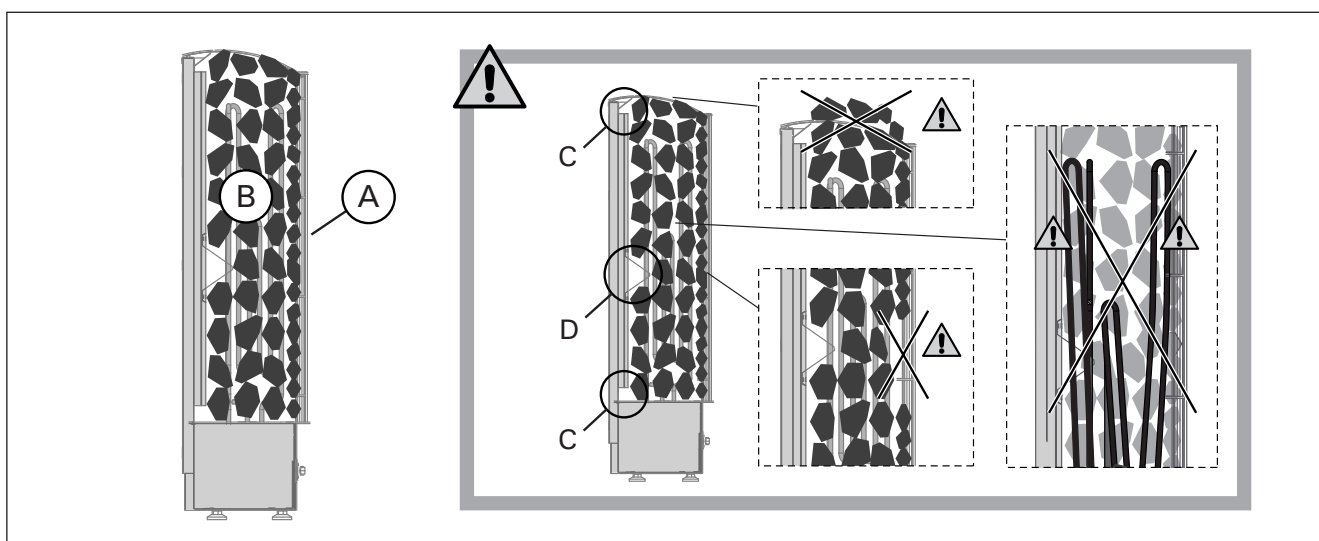

Figura 1. Colocación de las piedras
1.1. Colocación de las piedras (figura 1)